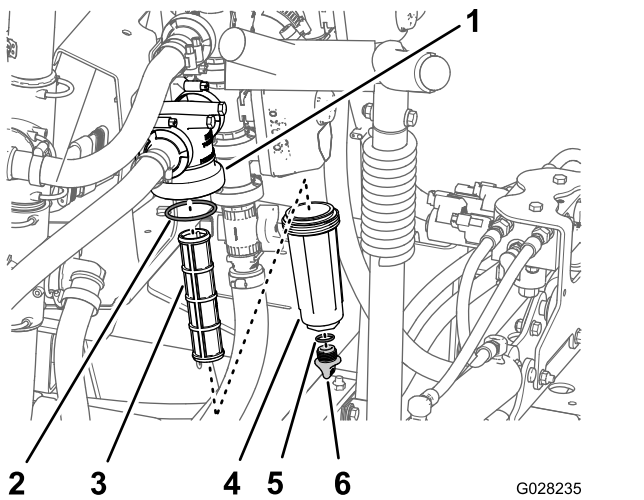

Bild 48
2. Stellen Sie eine Auffangwanne unter den Druckfilter (Bild 48).
- Drehen Sie die Ablaßkappe nach links und nehmen sie von der Glocke des Druckfilters ab (Bild 48).
- Drehen Sie die Glocke nach links und nehmen den Filterkopf ab (Bild 48).
- Entfernen Sie den Druckfiltereinsatz (Bild 48).
- Prüfen Sie die Dichtung für die Ablaßschraube (in der Glocke) und die Dichtung für die Glocke (im Filterkopf) auf Beschädigungen und Abnutzung (Bild 48).
- Setzen Sie den Druckfiltereinsatz in den Filterkopf ein (Bild 48).
- Befestigen Sie die Glocke am Filterkopf und ziehen sie mit der Hand an (Bild 48).
- Befestigen Sie die Ablaßschraube am Anschlussstück unten an der Glocke und ziehen sie mit der Hand an (Bild 48).